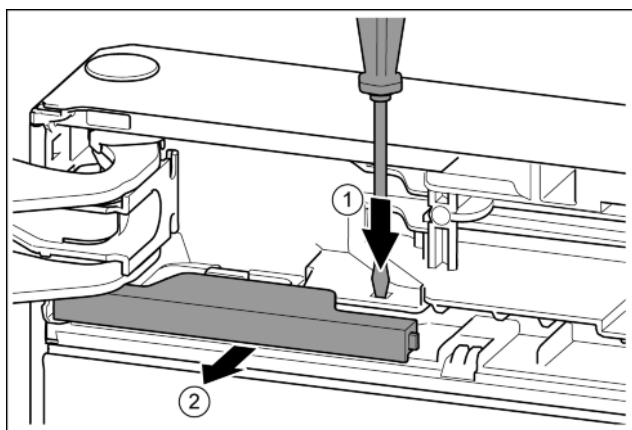

Fig. 10
- ▶ За допомогою шліцевої викрутки притисніть накладку. *Fig. 10 (1)*
- ▶ Витягніть кришку з фіксатора. *Fig. 10 (2)*